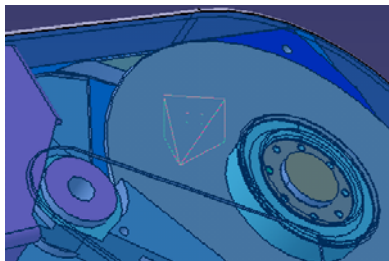

图 11-4
(1) 点击  后，用鼠标点模型的任意位置时，该位置移动到窗口中央；
(2) 点击 ，用鼠标选择模型的适当位置后，按住左键后拖拉时，出现四方格，调整放大部位与视线方向，被选的部分放大并移动到窗口中央（见图 11-4）。